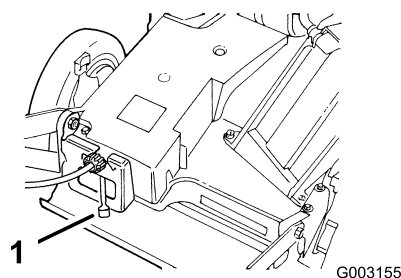

Figura 14
4. Mueva el control de velocidad sobre el terreno a la posición de Punto muerto (N) (Figura 14).
El cortacésped tiene 3 velocidades sobre el terreno. 1 es velocidad lenta, 2 es velocidad media, y 3 es velocidad rápida. El control de velocidad sobre el terreno está ubicado en la parte trasera de la cubierta de la correa (Figura 14).